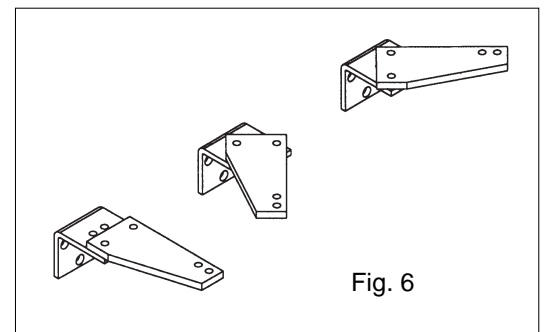

Fig. 6
- ① - usare 4 tasselli ad espansione M10 per attaccare la piastra angolare al muro
- fissare la staffa grande alla piastra angolare scegliendo fra le alternative di Fig. 6 usando due bulloni M8
- den großen Befestigungsbügel an der Winkelplatte befestigen, indem zwei von den Alternativen in Abb. 6 gewählt und die beiden Mutterschrauben M8 verwendet werden.
- fix the large bracket to the angle plate, selecting from the alternatives given in Fig. 6 and using two M8 bolts.
- Fixer la grande patte de fixation à la plaque angulaire avec deux boulons M8 en choisissant entre les solutions proposées par la fig. 6
- fijar la brida grande en la placa angular según las alternativas indicadas en la Fig. 6 mediante dos pernos M8